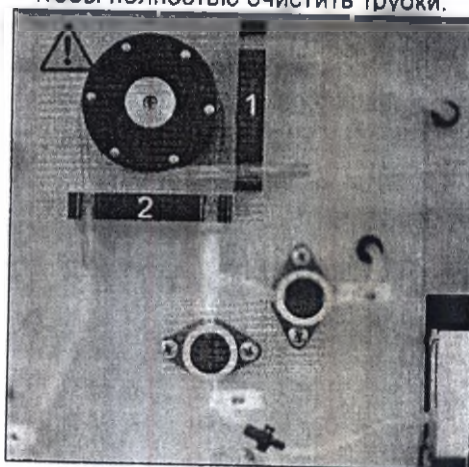

Рисунок 21 Роликовые насосы и переходники трубок анализатора modular pro BGA
- Сначала удалите **использованные трубки** из положения 1 (см. рисунок 21) из роликового насоса вместе с трубками, подключенными к стенке и пробоотборному каналу. Вытяните трубку из отсека клапанов. **Но не удаляйте трубки из нижней части пробоотборного канала, ведущие к стенке, сенсору гемоглобина (Hb) или матрице сенсоров! Эти трубки заменяются технической службой во время ежегодного обслуживания!!**
- Затем удалите **использованные трубки** из положения 2 (см. рисунок 21) из роликового насоса и все трубки, подключенные к сливному сосуду и клапанам до матрицы сенсоров.
- Установите **новые трубки** в положение 2 в натяжной блок и поместите оба стопора в стопорную секцию натяжного блока (см. рисунок 21).
- Установите **новые трубки** в положение 1 через натяжной блок и установите оба стопора в стопорную секцию натяжного блока (см. рисунок 21).
- Аккуратно натяните новую трубку роликового насоса на роликовый насос и подведите соответствующие трубки (см. рисунок 21) к пробоотборному каналу и коннектору на стене. Поместите трубку в середину клапана для исправной работы.